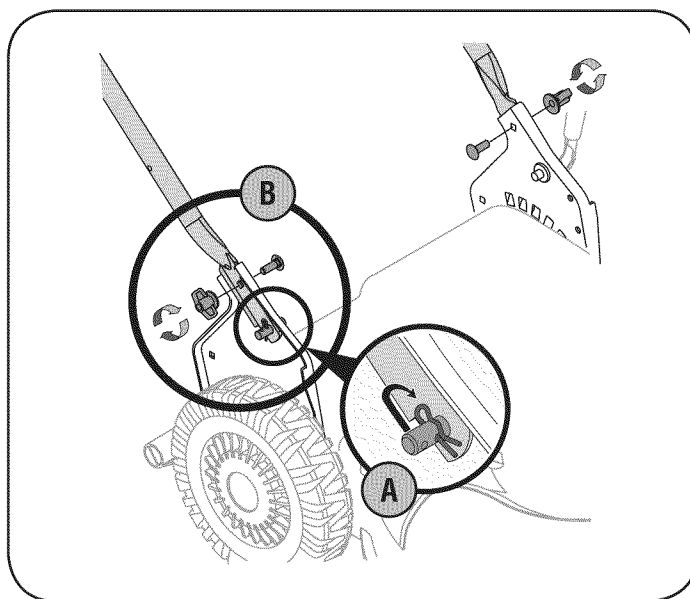

Figura 2
- A. Saque el pasador de horquilla de este orificio. Con un par de pinzas, inserte el pasador de horquilla en el agujero del pasador más cercano al soporte. Vea la Figura 2. Repita del otro lado.